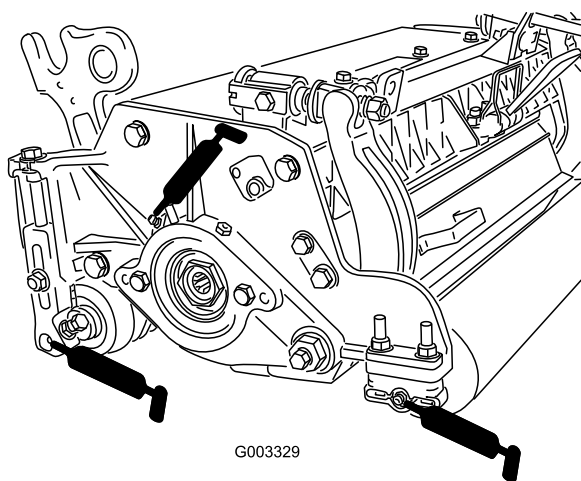

Figura 21
Cada unidade de corte possui (6) bocais de lubrificação (Figura 21) que deverão ser lubrificados regularmente com massa lubrificante nº 2 para utilizações gerais, à base de lítio.